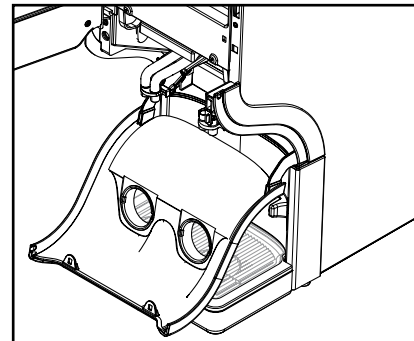

Fig. 26
- Puxe a cobertura das saídas para baixo. (Fig. 26)